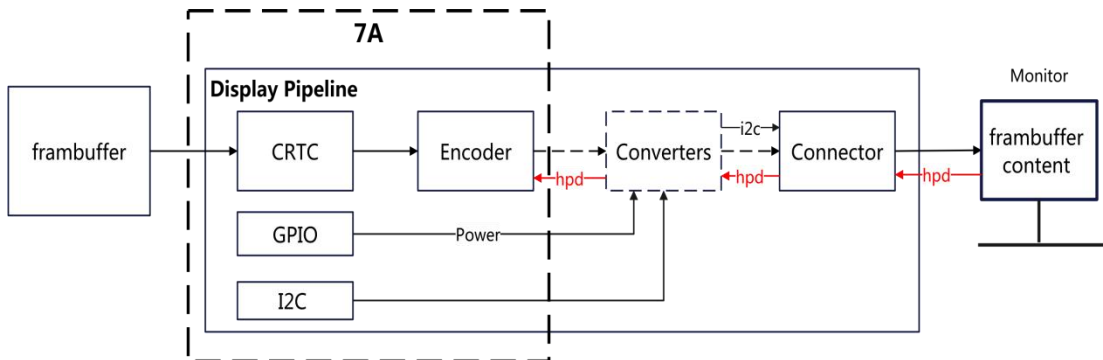

图 2-2 有信号转换芯片的显示器显示管线
**方案二：**需要连接信号转换芯片时，硬件设计约束如图 2-2，要求将 7A2000 桥片的 I2C 连接到转换芯片的 I2C 从接口上，将转换芯片的 I2C 主接口连接到对应的显示接口上。用于通过信号转换芯片实现读取 EDID 和热插拔探测功能。可以使用 7A 桥片上 GPIO52 来控制转换芯片的复位。在有低功耗需求的场景下对转换芯片的功耗进行控制（不强制）。